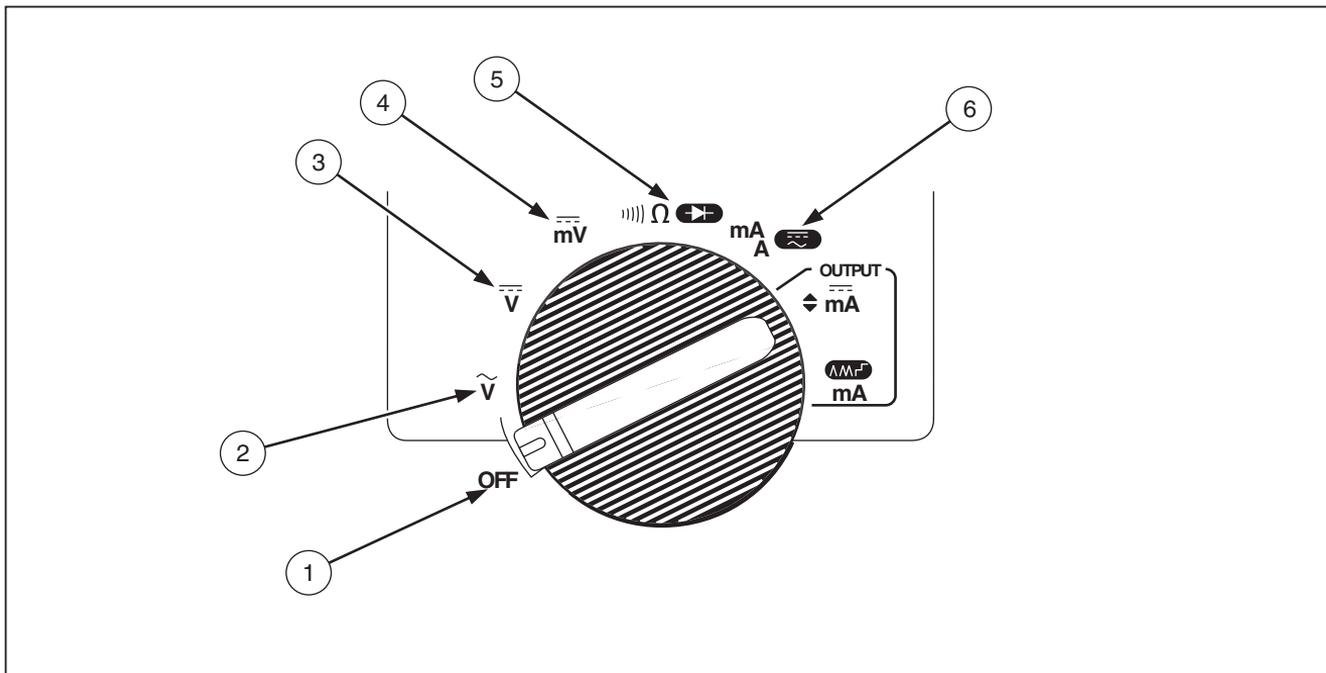

图 3. 测量时旋转开关的位置
- 图 3 和表 3 说明旋转开关在前面五个位置上电表的输入功能。